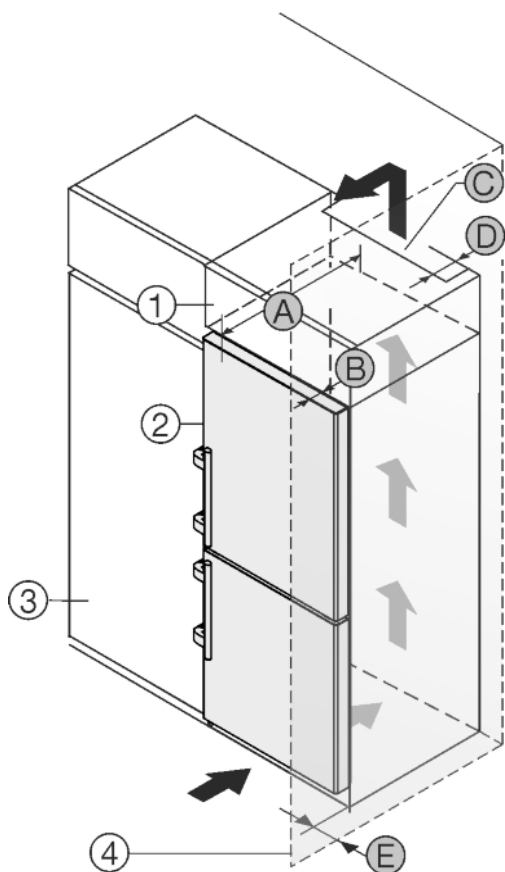

Fig. 13
Устройство может быть окружено кухонными шкафами. Чтобы уравнять устройство Fig. 13 (2) по высоте с кухонной стенкой, можно установить над устройством дополнительный шкафчик Fig. 13 (1).
Установить устройство можно непосредственно рядом с кухонным шкафом Fig. 13 (3). Чтобы можно было полностью открыть двери, устройство должно выступать на глубину Fig. 13 (B) относительно передней стенки кухонного шкафа. В зависимости от глубины кухонных шкафов и использования пристенных распорок устройство может выступать и больше.
- На задней стенке дополнительного шкафчика должен быть вентиляционный канал с глубиной Fig. 13 (D) по всей ширине этого шкафа.
- Нужно соблюдать вентиляционное отверстие Fig. 13 (C) под нижней панелью.
Если устройство установлено на шарнирах у стены Fig. 13 (4), то нужно соблюдать расстояние Fig. 13 (E) между устройством и стеной. Настолько выступает ручка при открытой двери.